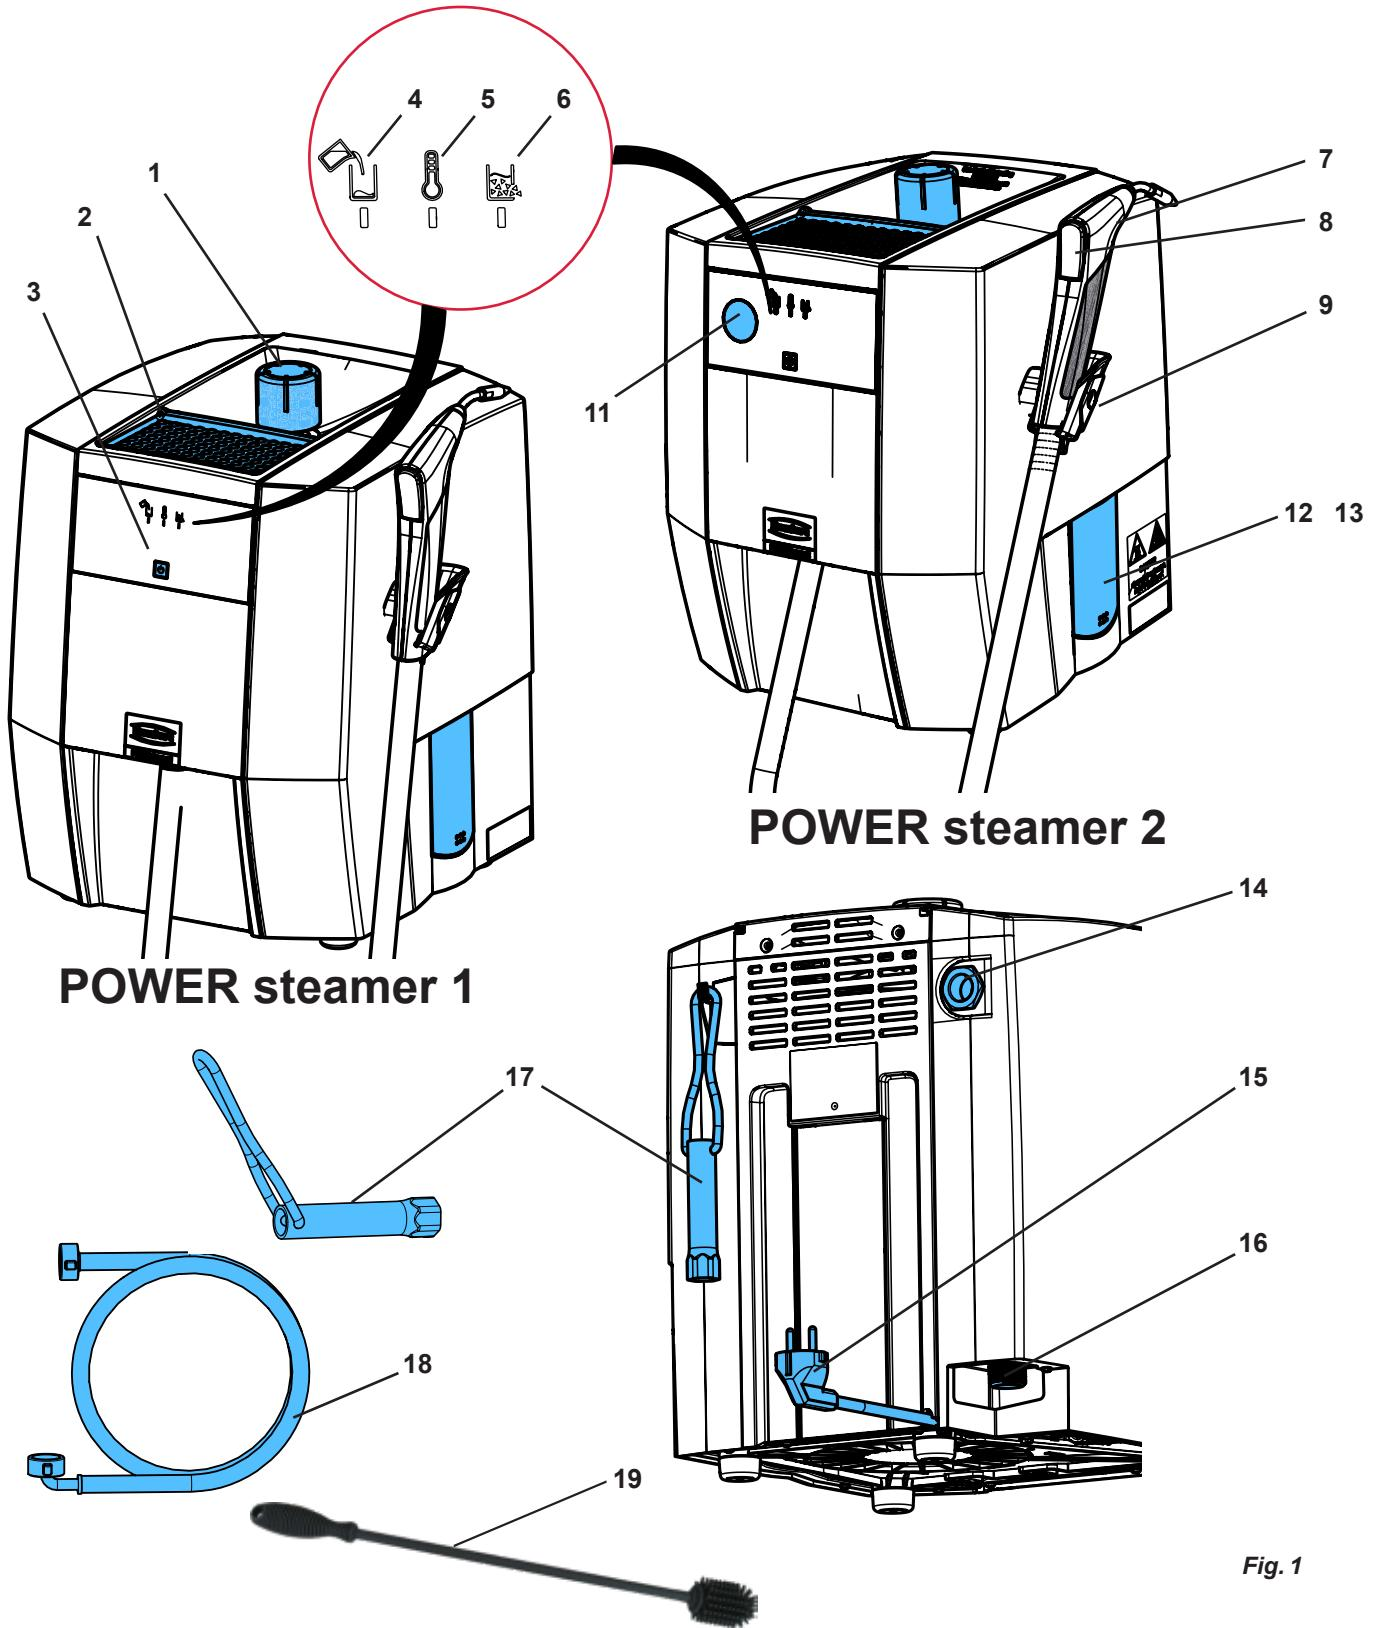

Fig. 1
- Montar o equipamento de tal forma que, no caso de uma saída de vapor pela abertura de saída da válvula de sobrepressão (14, Fig. 1), não haja perigo.
Os modelos de gesso ou modelos de revestimento podem ser colocados na bandeja do modelo (2, Fig. 1) para secar.
⇒ Aparafusar a tampa do tanque (1, Fig. 1).
**Montar o equipamento de tal forma que, no caso de uma saída de vapor pela abertura de saída da válvula de sobrepressão, (14, Fig. 1) não haja perigo (por ex. não instalar o equipamento à frente de uma tomada).**
**A abertura de saída da válvula de sobrepressão (14, Fig. 1) não pode estar fechada nem bloqueada de qualquer outro modo.**
**Perigo devido a vapor de água sob pressão!** Antes de abrir a tampa de inspeção, garantir que o recipiente de pressão já não está pressurizado. Abrir e remover a tampa do tanque (1, Fig. 1) para o efeito.
⇒ Montar o equipamento de tal modo que possa escoar água pela abertura de inspeção (12/13, Fig. 1) para uma bacia.